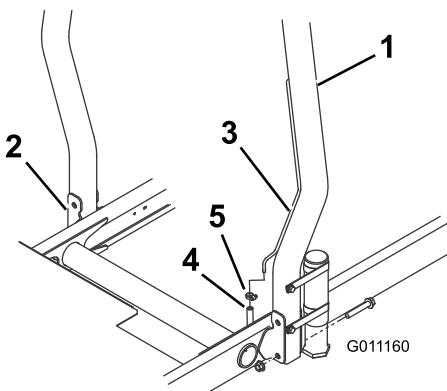

図 9
- ROPS を機体の固定穴に差し込み、取り付け穴を整列させる。ROPSについている換気管が機体の左側にくるように配置すること(図 9)。
- ROPS のそれぞれの側をフランジヘッド・キャップスクリュとロックナット(各2)で固定する(図 9)。60 ft-lbs (8.3 kg.m)にトルク締めする。